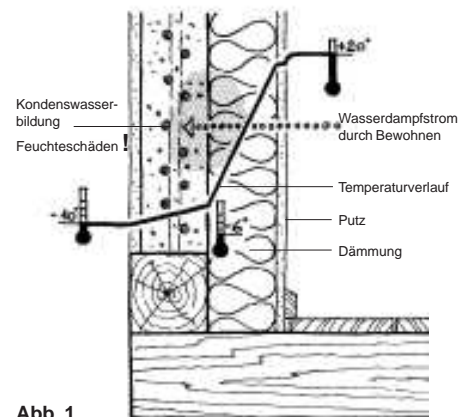

Abb. 1
* Die Dicke der Dämmschicht ist auf 3 bis 4 cm zu begrenzen, damit der Wasserausfall im Inneren der Holz-Wandkonstruktion auf die Menge begrenzt wird, die in vertretbarem Zeitraum auch wieder aus der Wand ausgeschieden werden kann (Abb. 1).